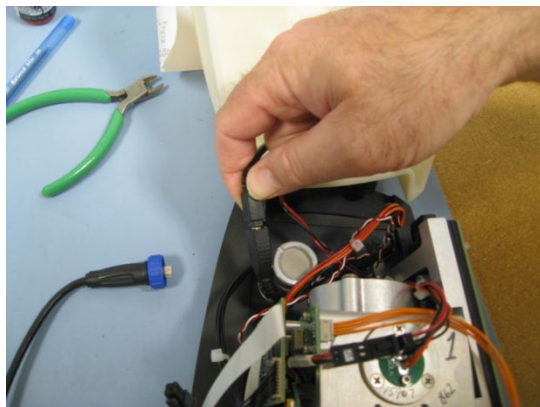

Figure 27 Débranchement du câble USB.
- 4 Débranchez le câble USB. Le connecteur USB est le connecteur noir (voir Figure 27).